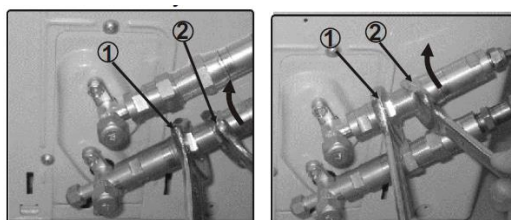

Abb.6.4
4. Schließen Sie nun zuerst die untere und dann die obere Kältemittelleitung am Außengerät an. Die Rohrleitung mit dem Rollgabelschlüssel an Markierung '1' festhalten, die Überwurfmutter nur an der mit '2' markierten Stelle drehen (Größe der Rollgabelschlüssel entsprechend den Dimensionen der Verschraubungen auswählen). Siehe Abb. 6.4